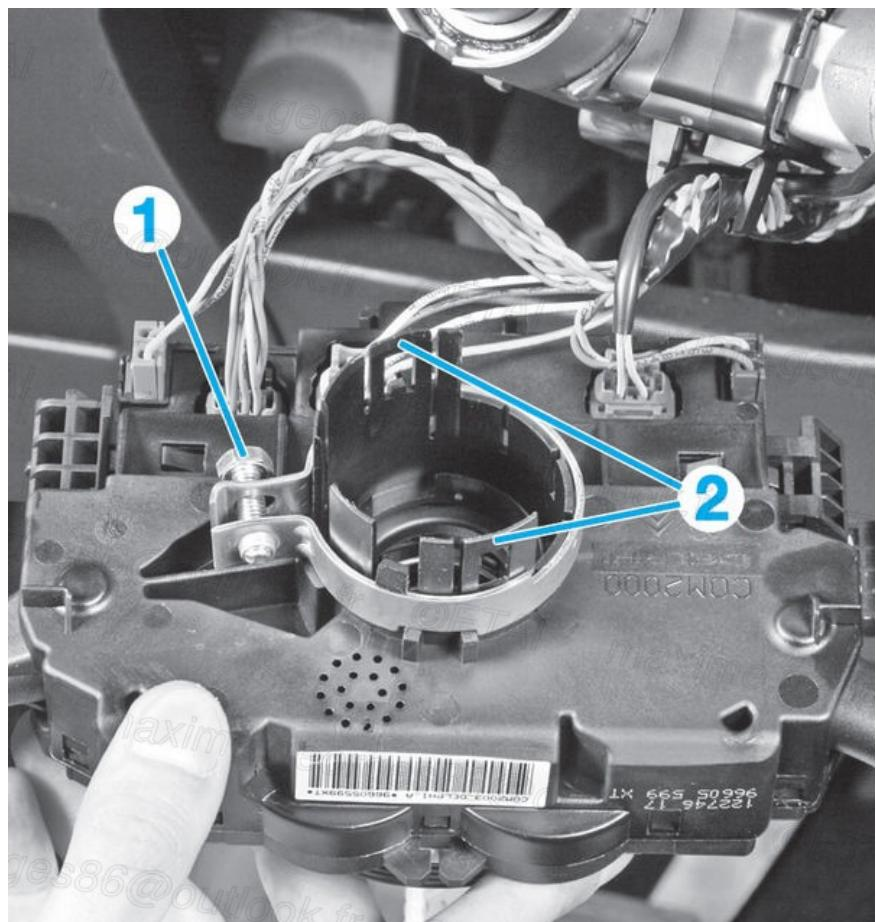

Fig.3
- Déposer le bloc de commande sous volant (Fig.3)